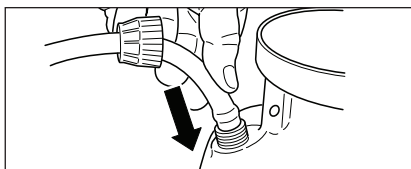

Figure 1. Installer le tuyau
1. Insérez le tube immergé dans l'ouverture de la cannelure du réservoir et poussez la cannelure du boyau dans le réservoir jusqu'à ce qu'elle s'arrête. Assurez-vous que les languettes de cannelure du boyau soient bien étanches dans le creux de la cannelure du réservoir. Voir la Figure 1.